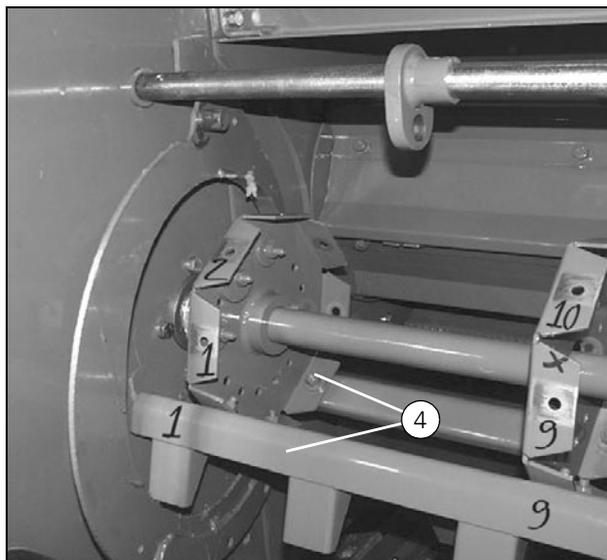
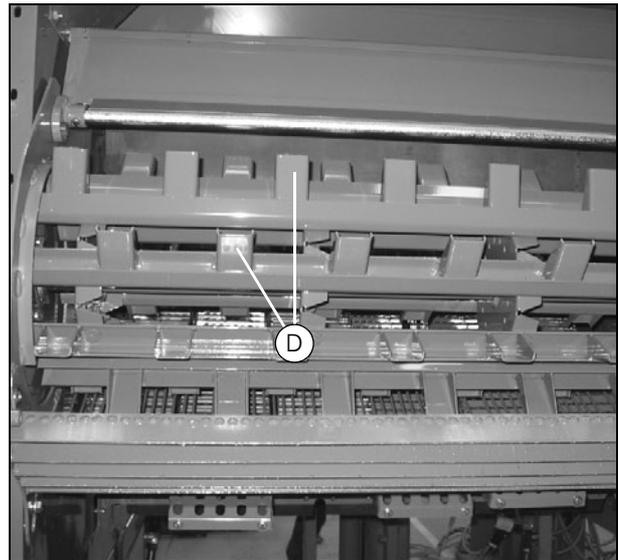

Рисунок 64
Рисунок 66
ВАЖНОЕ ЗАМЕЧАНИЕ: В связи с тем, что барабан проходит электронную балансировку на заводе-производителе, бичи и спицевые диски необходимо устанавливать на те места, откуда они были сняты. Для этого перед снятием необходимо нанести метки, (Рис. 64).
- Установите бичи на спицевые диски так, чтобы их выступы были смещены по отношению друг другу (D) (Рис. 66). Установка бичей должна выполняться в соответствии с нанесенными метками (Рис. 64).